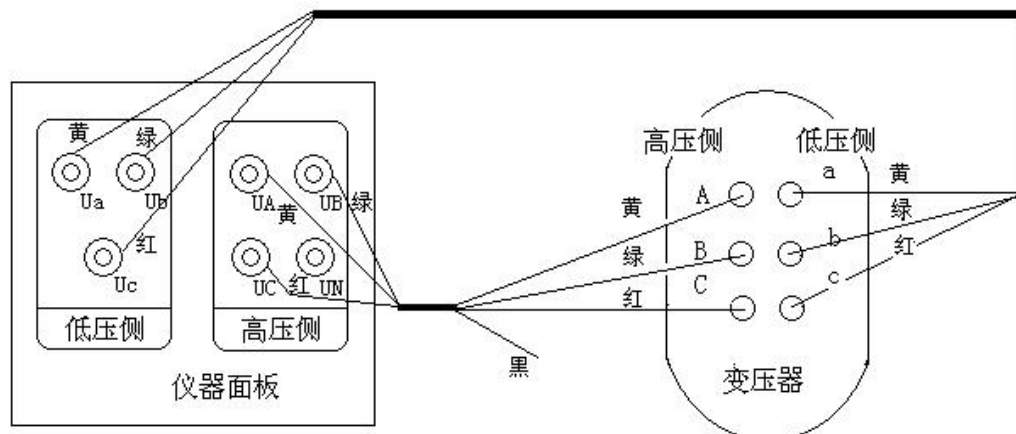

图 19 三相变压器的测试接线
1. 三相测量时，仪器高压侧的黄、绿、红三根线分别接变压器高压侧的 A、B、C，仪器低压侧的黄、绿、红三根线分别接变压器低压侧的 a、b、c, 接线正确方可测试。接线图如图 19 所示：